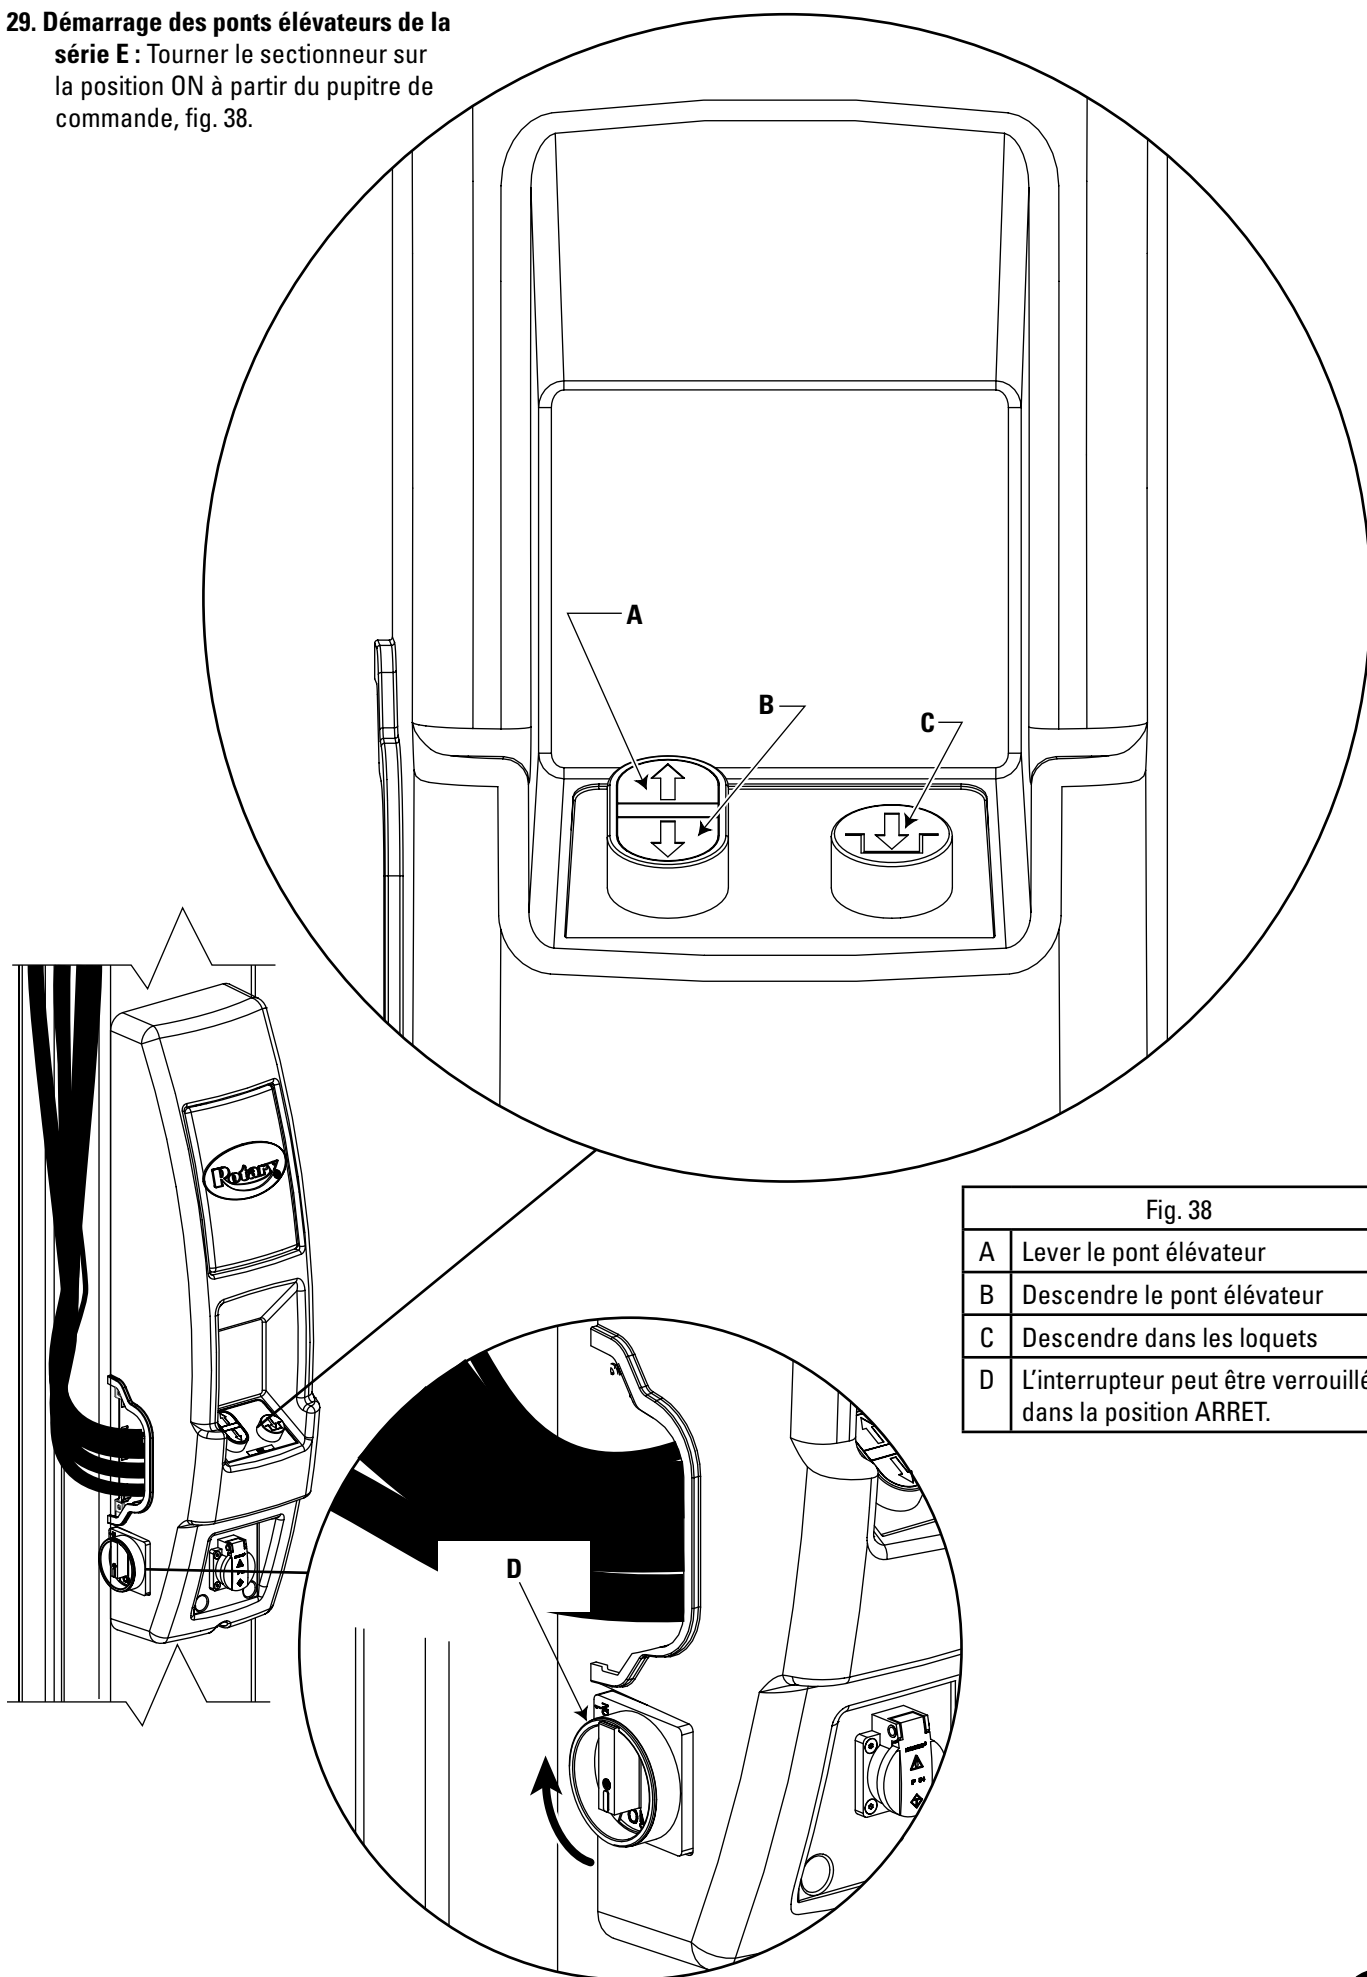

Fig. 38
29. Démarrage des ponts éleveurs de la série E : Tourner le sectionneur sur la position ON à partir du pupitre de commande, fig. 38.